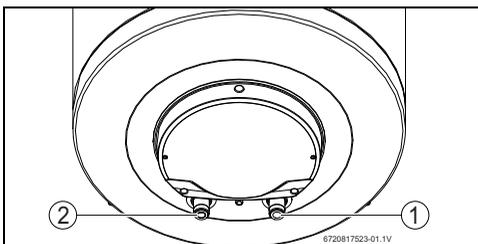

Рис. 10
- ▶ Обозначьте трубы горячей и холодной воды соответствующим образом, чтобы не перепутать их (рис. 10).